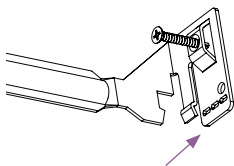

fig. 1 (optionnel)
- a. Si l'épaisseur du plafond est de 19,05 mm (0,75 po) ou plus : Utilisez des pinces pour casser les languettes situées à l'extrémité des deux barres de suspension (voir la fig. 1).